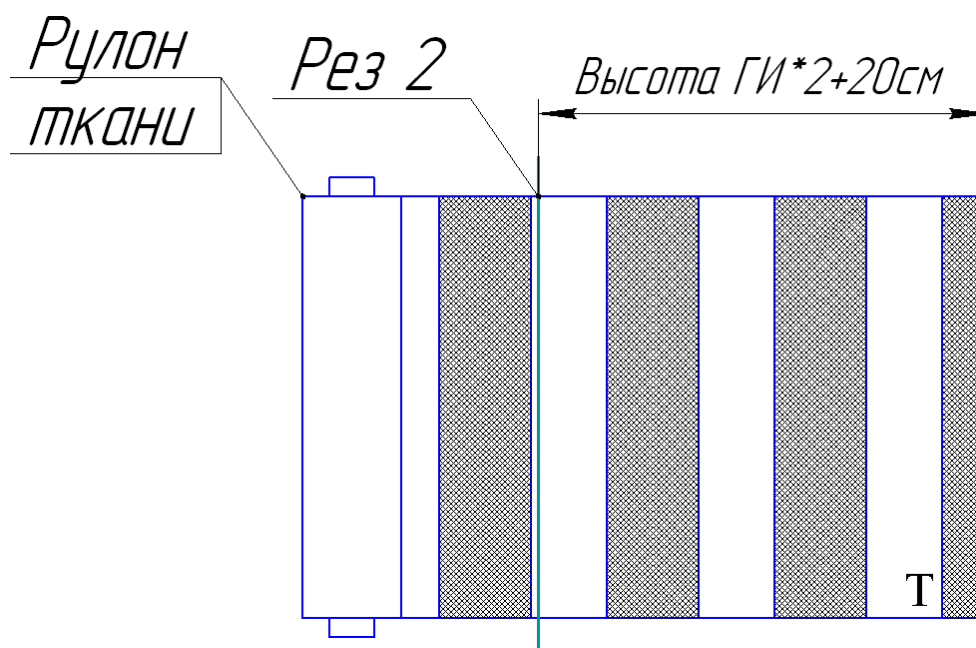

Рис. 3.2
3.2. Отмерить и отрезать необходимое кол-во ткани ($[Высота\ ГИ] \times 2 + 0.2\text{м}$) (Рис. 3.2).